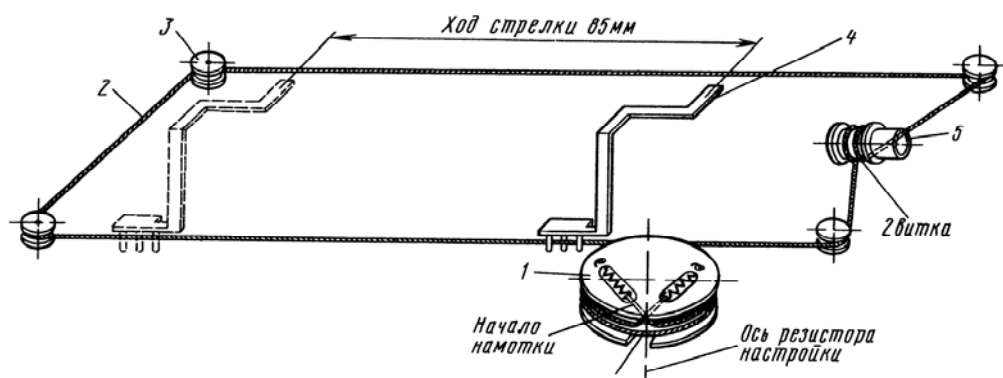

Рис.1.64. Кинематическая схема верньерно-шкального устройства радиоприемников "Bera РП-245С-1" и "Bera РП-245С"
Кинематическая схема верньерно-шкального устройства приведена на рис.1.64.
18) после замены резистора произвести сборку в обратной последовательности; при намотке шнура руководствоваться кинематической схемой, приведенной на рис.1.64;